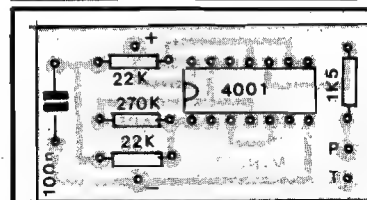

Fig.3
- FIG. 3 - "CHAPEADO" DA MONTAGEM - A placa vista pelo lado não cobreado, já com todas as (poucas...) peças colocadas... Os cuidados "tradicionais" são necessários: atentar para a posição da extremidade marcada do Integrado, para os valores dos resistores (de modo a não "trocar" valores/posições...), etc. Quem ainda (...ainda...?) tiver dúvidas quanto à leitura dos valores deverá recorrer ao **TABELÃO APE** (sempre lá no começo da Revista, junto às **INSTRUÇÕES GERAIS**...). No mais é seguir as boas normas, conferindo tudo ao final, antes de cortar as sobras dos terminais... As ilhas periféricas, marcadas com (+), (-), (P) e (T) destinam-se às ligações externas, que serão vistas a seguir...